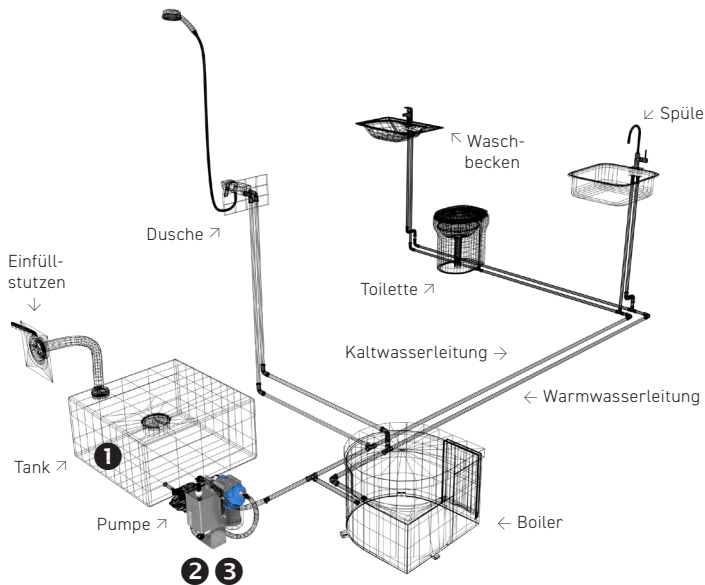

Abbildung 1: Installationsempfehlung in einem mobilen Frischwassersystem
Um diese Risiken auszuschließen, empfehlen wir eine Konservierung ① des Wassers (z.B. mit dem SilberNetz), welche sich über das gesamte Frischwassersystem erstreckt. **Abbildung 1** zeigt ein Praxisbeispiel wie das Frischwassersystem mit eingebauter UV-Einheit (Desinfektion) ② und Aktivkohlefilter zur Vorfiltration und Schadstoffentfernung ③ ganzheitlich hygienisch betrieben werden kann. Eine mindestens jährlich stattfindende Systemreinigung/Desinfektion rundet den hygienischen Betrieb hervorragend ab (**siehe auch Kapitel Reinigung (S.27)**).